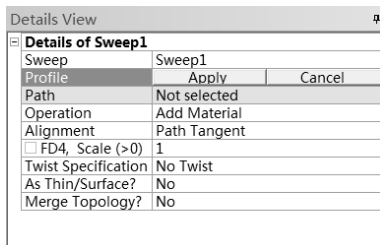

图 2-9 扫掠设置面板
(4) Sweep (扫掠): 选择此命令后, 弹出如图 2-9 所示的扫掠设置面板。